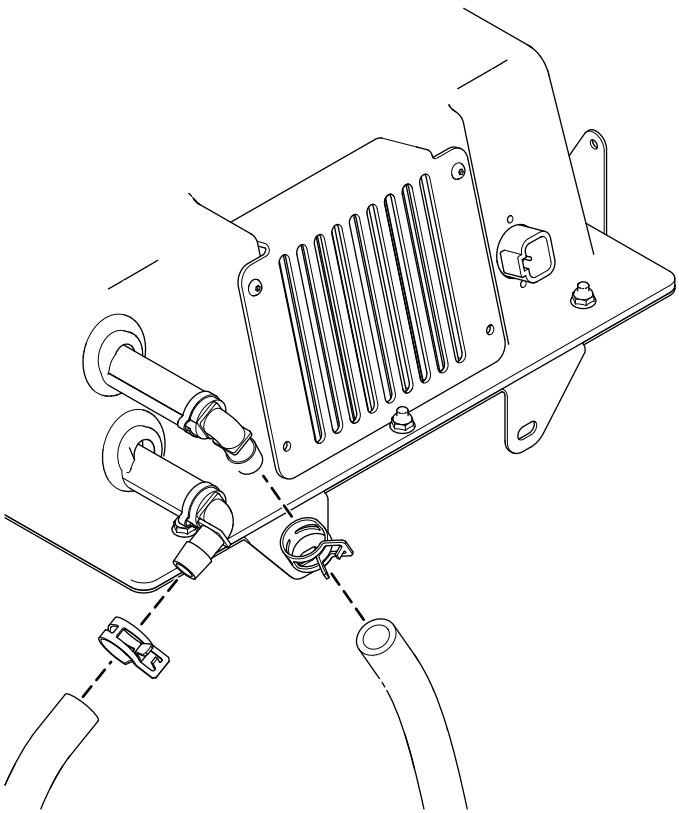

図 16
7. ヒーターBOX前面に冷却液ホース2本を取り付けるバンドクランプを使用して図 16のように取り付ける。